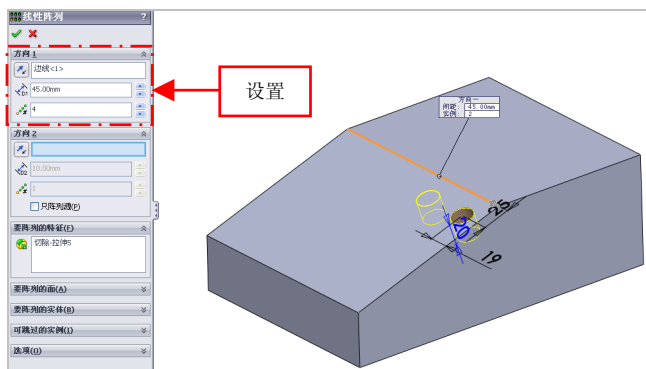

图 6-48 设置参数值
(4) 选择中间边线为方向 1，设置【间距】为 45、【实例数】为 4，如图 6-48 所示。